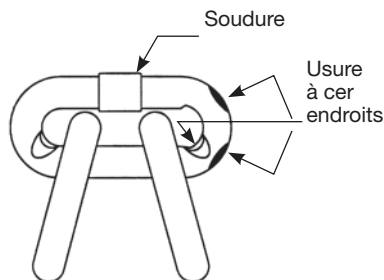

Figure 6 - Inspection de la chaîne
- La chaîne pour détecter une elongation ou une usure excessive (Voir les Figures 6 et 7 à page 6.